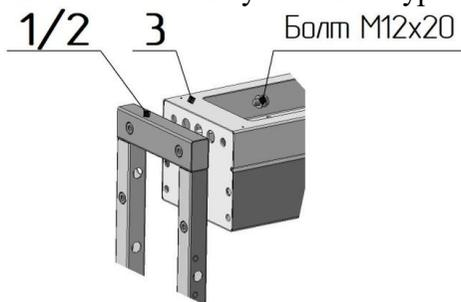
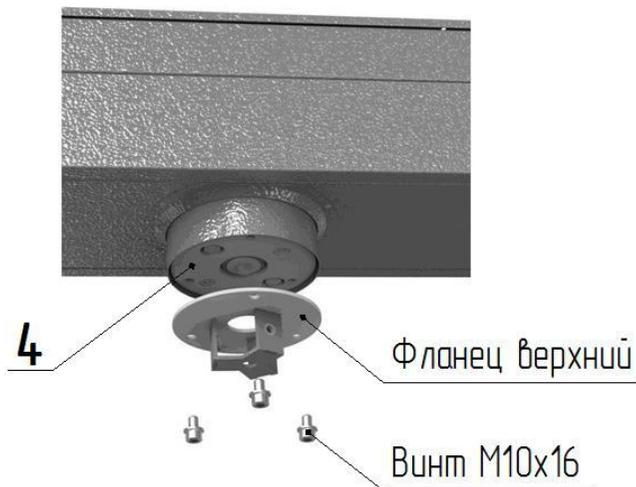

Рис. 1
Рис. 3
1. Сборка турникета (рис. 1, 2, вариант сборки двумя сборщиками):
– положите на пол на боковую плоскость раму привода **3** (рис. 3), (предварительно постелив лист картона), рядом аналогично положите стойку крыла прохода **1** и стойку ограничения прохода **2** (рис.1); состыкуйте указанные элементы друг с другом присоединительными элементами и закрутите по три болта М12 с каждой стороны; поставьте собранный портал вертикально на месте установки турникета;
*2. Сборка центральной стойки (рис. 3, 4):*
– установите на диск муфты привода **4** (рис.3) верхний фланец центральной стойки и закрепите винтами М10х16, нижний фланец прикрепите к фланцу вала опоры центральной стойки **7** винтами М8х16, в первую очередь установите на посадочные плоскости фланцев лопасть с внутренними кронштейнами (рис.4), расположение "верх" указано маркировкой и закрепите винтами М8 (не затягивая их);